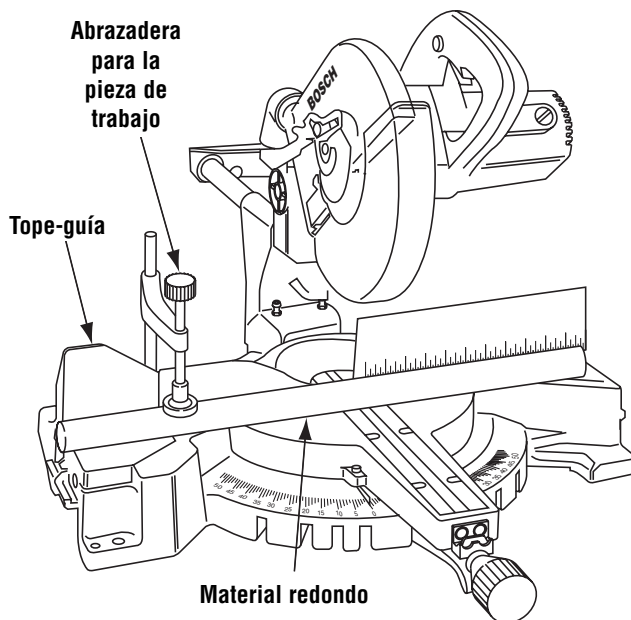

Figura 37. Material redondo
**ADVERTENCIA** Para material redondo, tal como varillas con espiga o tubos, use siempre una abrazadera o un dispositivo de sujeción diseñado para fijar la pieza de trabajo firmemente contra el tope-guía y la mesa. Las varillas tienen tendencia a rodar mientras son cortadas, haciendo que la hoja "muerda" y tire de la pieza de trabajo con la mano del operador hacia la hoja (Figura 37).